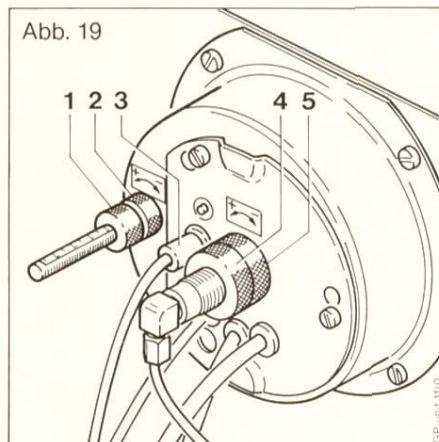

Abb. 19
- Die Einregulierung der Abgaswerte wird vorgenommen an den Einstellschrauben 1, 2 und 4, 5. Abb. 19. (Kesseltemperatur mind. 60 °C).
- a) Lösen der Konterrändelmutter (2) und drehen an der Einstellrändelmutter (1) nach rechts ergibt weniger Luftdurchsatz (mehr CO₂), nach links ergibt mehr Luftdurchsatz (weniger CO₂).